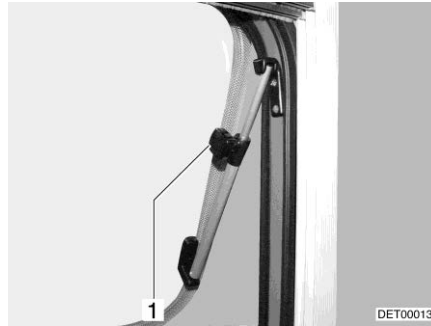

Bild 90 Dachhaube mit Dreh-Ausstellern, geöffnet
- Dachhaube bis zur gewünschten Stellung öffnen und mit Rändelknopf (Bild 90,1) feststellen.
- Rändelknopf (Bild 90,1) drehen, bis Arretierung freigegeben wird.